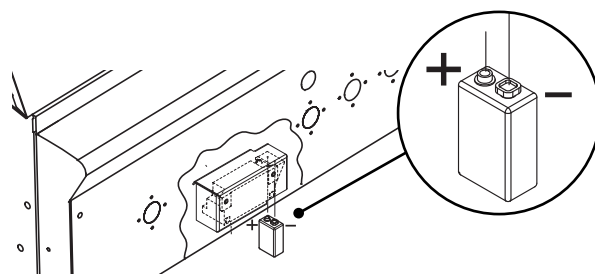

FIG. 24
- ① Retirez le ramasse-gouttes.
- ② Ouvrez la porte du chariot (modèle à chariot seulement).
- ③ Tirez la pile vers le bas (servez-vous d'une pince aubesoin).
- ④ Remettez-la en place vers le haut et poussez jusqu'à entendre un déclic (la polarité est indiquée à la Fig. 24).